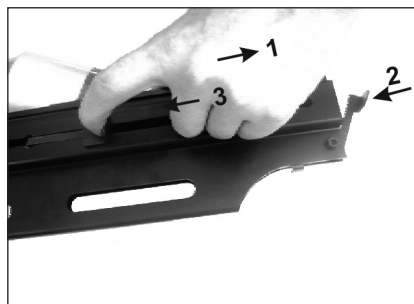

Рисунок 4
3. Закройте магазин: освободите толкатель, потянув назад, затем нажав на собачку защелки. Задвиньте толкатель обратно в магазин (рис.4).